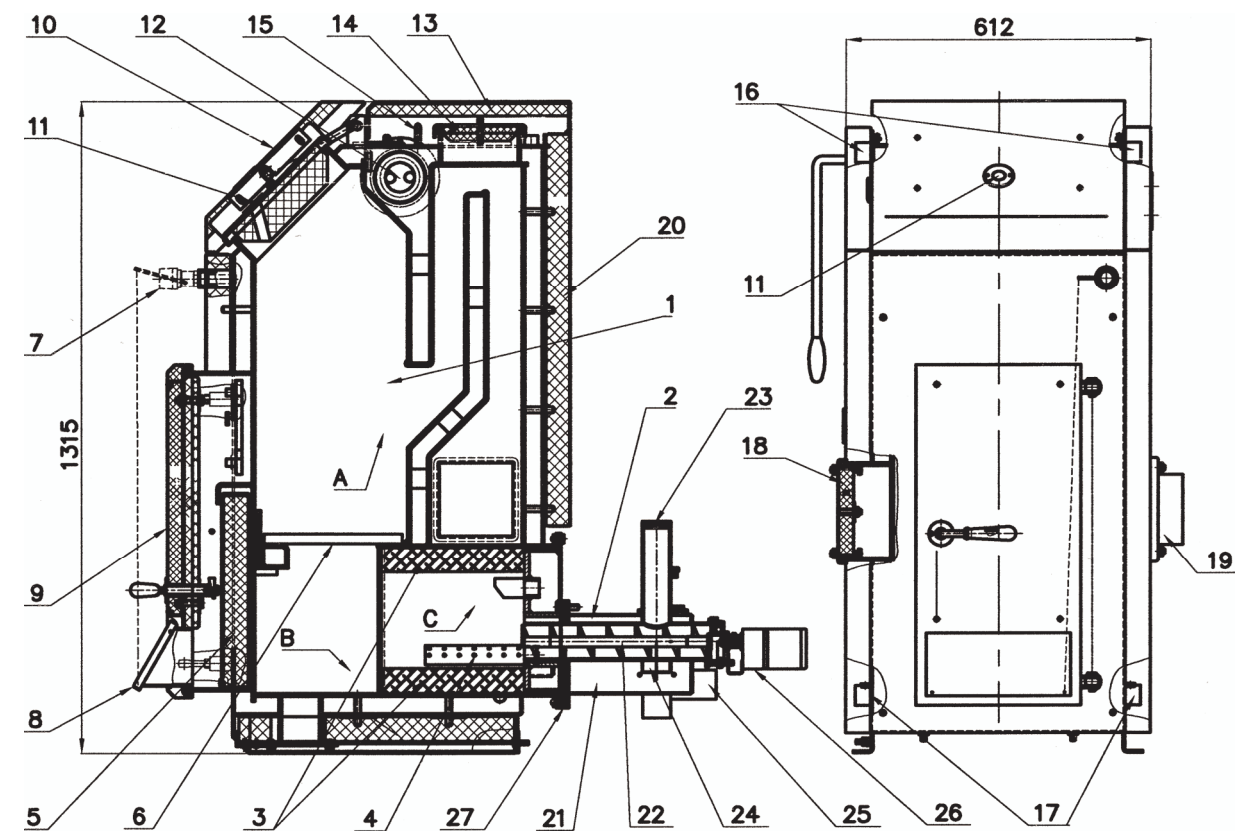

Рис. 2. Составные части котла.
**2.1. Описание конструкции котла (см.рис.2)**